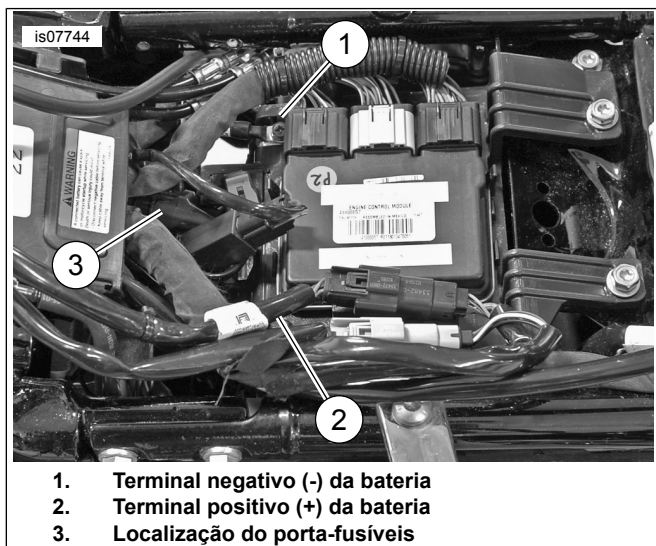

Figura 11. Ligeira de bateria
- a. Ver Figura 11. Desligue [162] localizado atrás do apoio lombar do passageiro.
- 8. Ver Figura 11 . Instale o fio através da tampa.